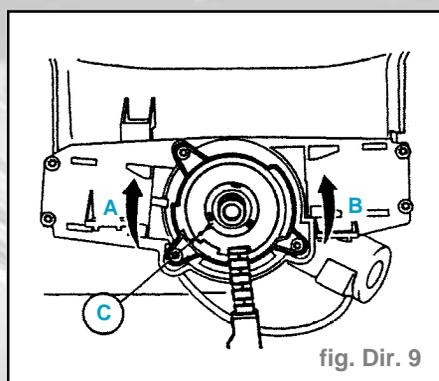

fig. Dir. 9
Impératif : En cas de décollement de l'adhésif maintenant la position centrale (C) du contacteur tournant, régler celui-ci avant la repose (fig. Dir. 9).
- Régler du contacteur à l'état libre (fig. Dir. 9).
- Tourner la platine supérieure dans le sens (A) jusqu'à la butée.
- Effectuer une rotation inverse dans le sens (B) de la platine en comptant le nombre de tours jusqu'à la butée symétrique.
- Ramener la platine supérieure en position centrale (C) en effectuant une rotation dans le sens (A) de la moitié de la totalité du nombre de tours (soit 2,5 tours environ).
Attention : En position centrale, le faisceau d'alimentation du module volant doit se situer en face du repère (C) (fig. Dir. 9).